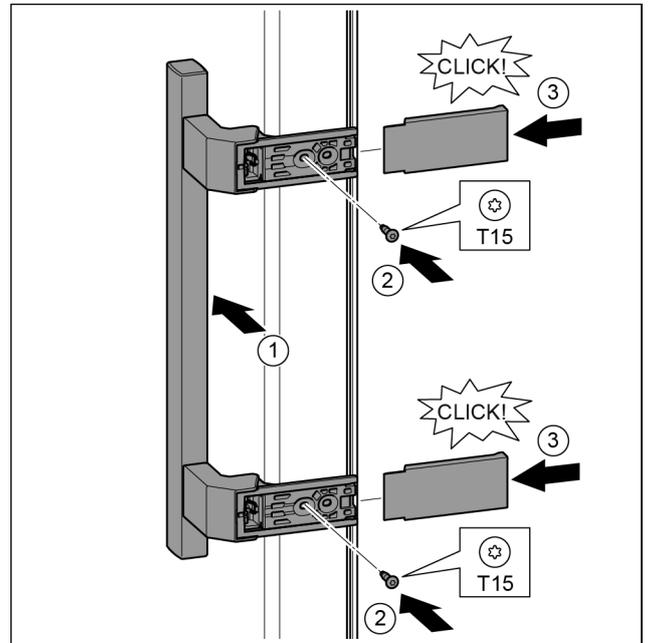

Fig. 37
- ▶ Griff auf der Gegenseite ansetzen. Fig. 37 (1)
- ▷ Die Schraublöcher müssen genau übereinander liegen. Fig. 37 (2)
- ▶ Schrauben mit Schraubendreher T15 festschrauben. Fig. 37 (2)
- ▶ Abdeckungen seitlich ansetzen und aufschieben. Fig. 37 (3)